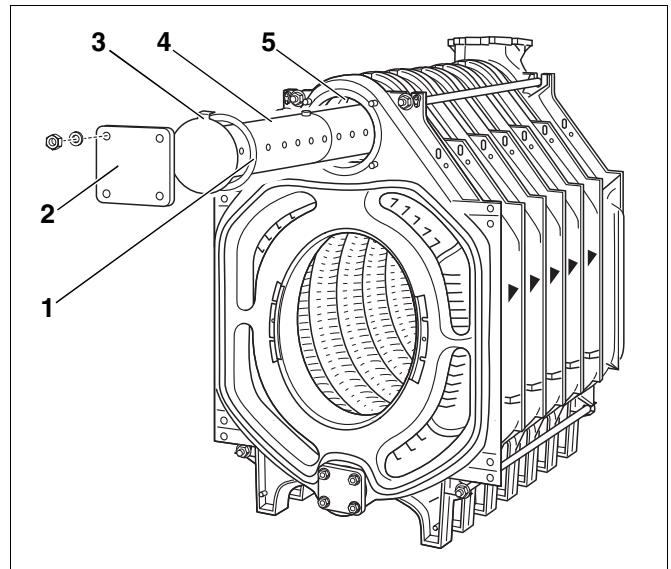

Abb. 24 Einspeiserohr montieren
Das Einspeiserohr (Abb. 24, **Pos. 4**) ist bei Kesseln mit 10–12 Kesselgliedern 2-teilig.
- Flachdichtung über das Einspeiserohr schieben (Abb. 24, **Pos. 1**).
- Mit Blindflansch (Abb. 24, **Pos. 2**) verschließen.
- Achten Sie darauf, dass der Nocken (Abb. 24, **Pos. 3**) am Abschlussblech des Einspeiserohres sich in die Aussparung in der oberen Kesselnabe setzt (Abb. 24, **Pos. 5**).